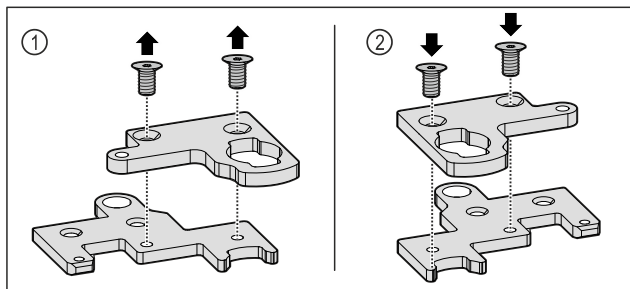

Fig. 34
- Dezasamblați colțarul balamalei din două părți. Fig. 34 (1)
- Asamblați din nou colțarul balamalei din două părți rotit cu 180°. Fig. 34 (2)